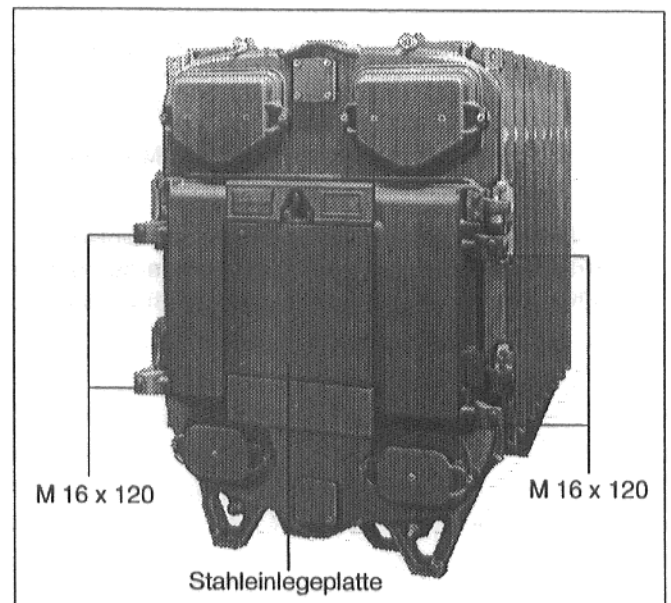

Abb. 29
- Brennertür schließen und mit den in Abb. 29 gezeigten Maschinenschrauben (4 x M 16 x 120) verschließen. Die Maschinenschrauben sind gleichmäßig über Kreuz anzuziehen.
- Stahleinlegeplatte (Abb. 29) auf der Baustelle entsprechend dem benötigten Brennerrohrdurchmesser (\varnothing max. 360 mm) bohren oder autogen ausschneiden. Löcher für die Brennerbefestigung nach dem Lochbild des Brenneranschlußflansches bohren.